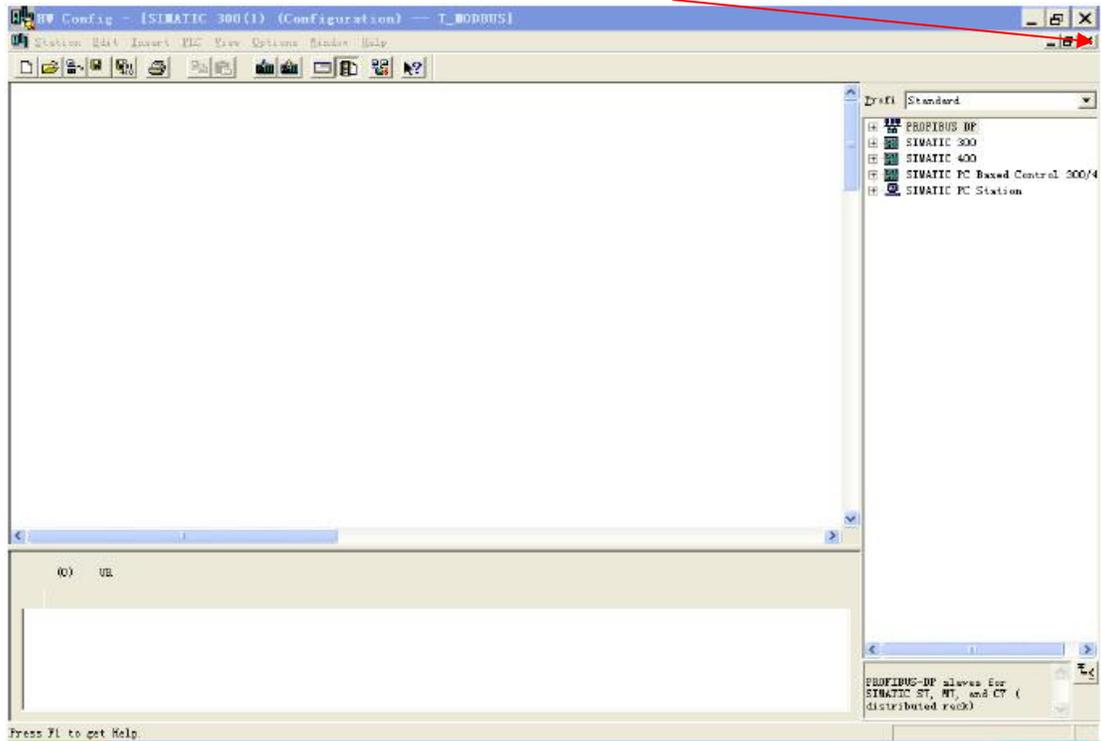
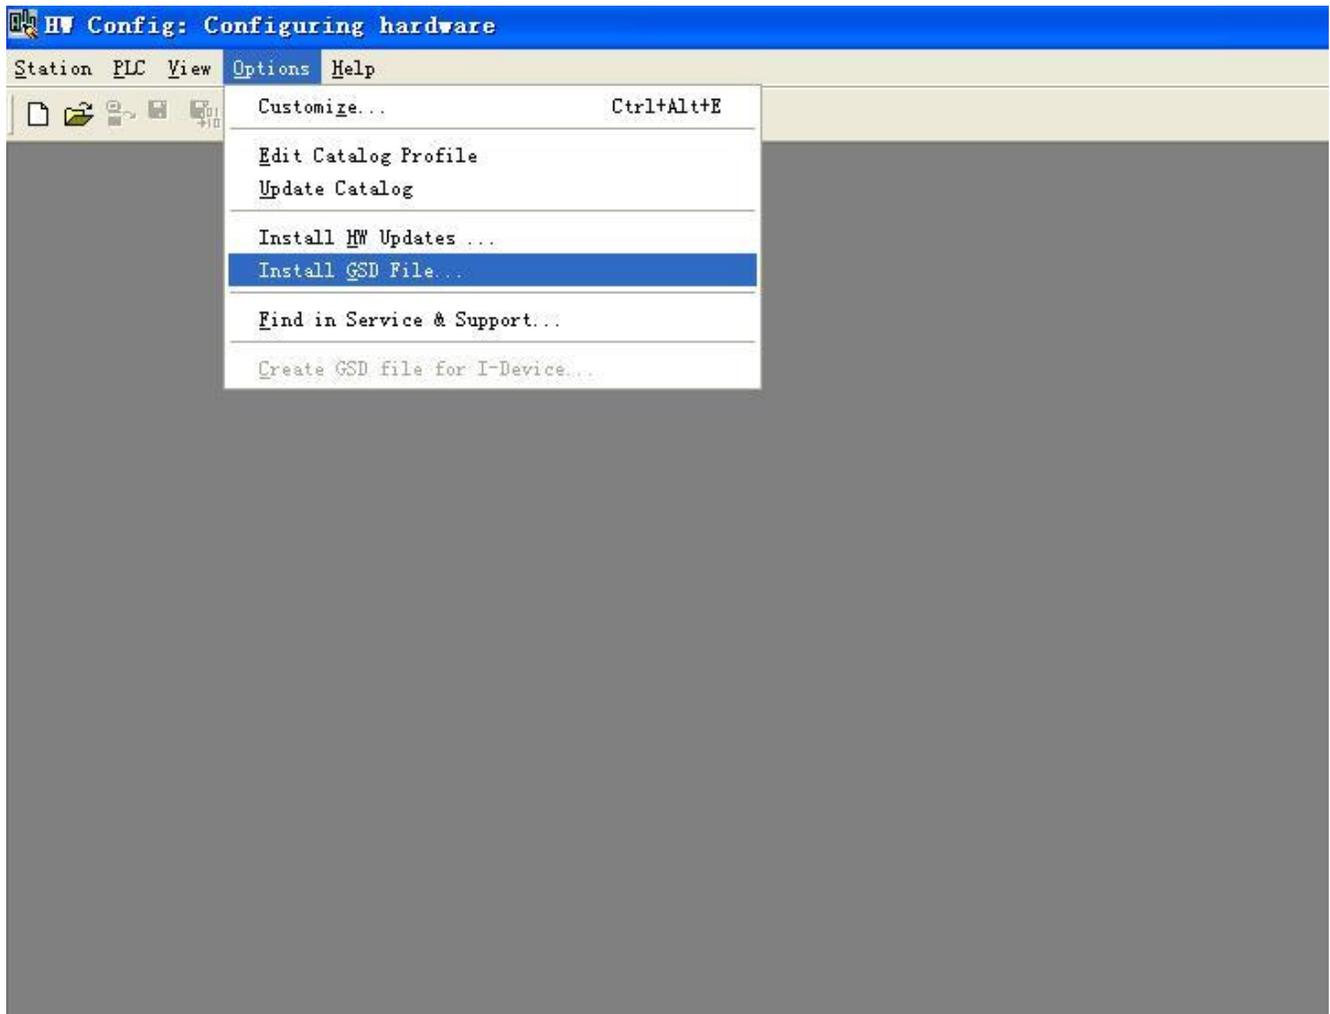

图 5
图 6
5. 弹出的组态界面如图 5 所示, 注册 GSD 文件之前应该**关闭**当前工程的组态窗口。
1. 在图 5 中关闭当前工程组态窗口后，点击菜单栏 Options->Install GSD file，如图 6：